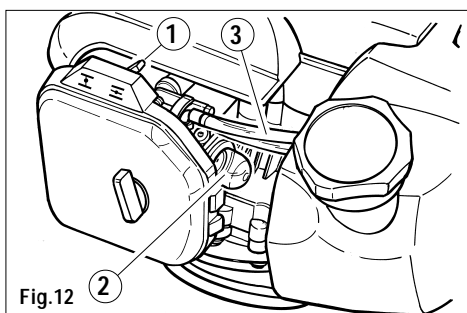

Fig. 12
- 3) Desplazar la palanca del aire situada a la derecha de la tapa del filtro aire (fig.12 part.1) en la posición .
- 4) Pulsar repetidamente hasta el fondo el bulbo primer (fig. 12 part. 2) hasta que el combustible regrese al depósito a través del segundo tubo transparente (fig.12 part. 3).
- 8) Desplazar hacia atrás la palanca del aire del carburador en la posición |ϕ| (fig. 12 part. 1).